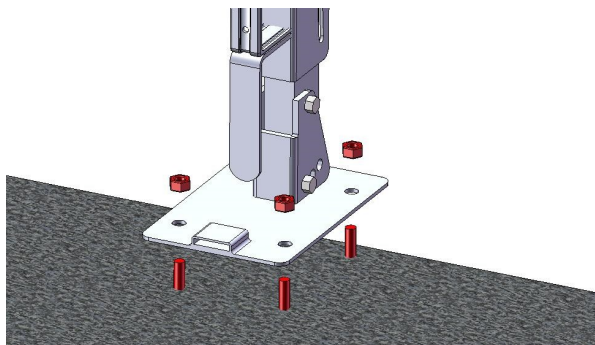

fig.5
Montaggio (fig. 5 - 6 - 7)
- Posizionare un primo montante e stringere i dadi sui fissaggi (fig. 5 e 6 a pag. 9);